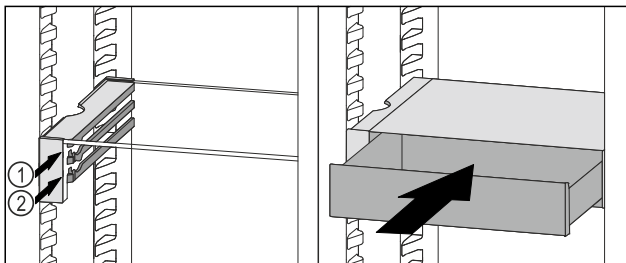

Fig. 121
- ▶ 将 VarioSafe 抽屉放置在所需肋梁 Fig. 121 (1) 或 Fig. 121 (2) 上的止挡器后面。